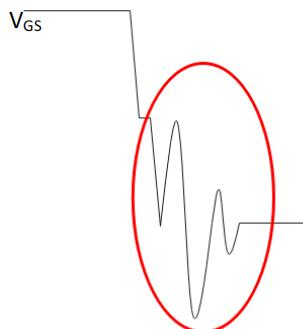

图 7-5 棚极振铃现象
- 1) 棚极信号振铃, 导致 MOS 损坏 (如图 7-5 所示);